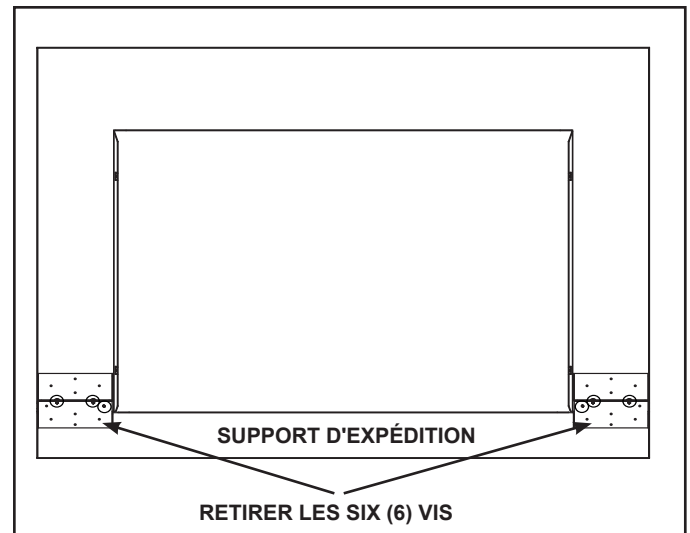

Figure 4.7 Retrait du panneau inférieur de l'encadrement
3. Pour une configuration à 3 côtés, retirez le panneau d'encadrement du fond, en retirant les six (6) vis qui le fixent au cadre. Voir la figure 4.7.
4. Si vous utilisez la configuration d'encadrement à 3 côtés, le sur-round peut être localisé en faisant glisser le cadre sur l'appareil du haut vers le haut. Voir la figure 4.7.